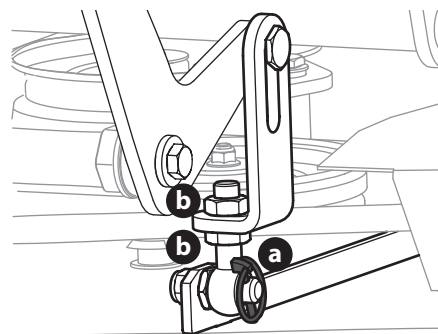

Fig. 45
3. Réglez le boulon à œil (a) à l'avant gauche du plateau de coupe de manière à ce que la hauteur lame-sol à l'extrémité extérieure droite de la lame corresponde à celle de l'extrémité extérieure gauche de la lame. Pour ce faire, il faut desserrer les contre-écrous (b) sur le boulon à œil (a) et serrer le contre-écrou supérieur (b) pour lever le plateau et desserrer le contre-écrou (b) pour l'abaisser. La hauteur de l'extrémité de la lame extérieure droite est fixée par le boulon à œil avant droit (a); vous devez donc ajuster l'extrémité extérieure gauche pour qu'elle corresponde à la hauteur de l'extrémité extérieure droite (Fig. 45).
4. Une fois le réglage effectué, resserrez les contre-écrous (b) (Fig. 45).
3. Desserrez les contre-écrous (b) à l'arrière, à gauche et à droite des boulons à œil du plateau de coupe (a) (Fig. 45).
4. Commencez par l'arrière droit pour relever l'arrière du plateau de coupe, serrez le contre-écrou supérieur (b) pour relever le plateau de coupe ou desserrez le contre-écrou supérieur (b) pour abaisser l'arrière du plateau de coupe (Fig. 45).
5. Ajustez le contre-écrou (b) à l'arrière gauche pour éliminer le « jeu » de la tige filetée (Fig. 45).
6. Serrez les deux contre-écrous inférieurs (b) pour fixer le réglage du plateau de coupe (Fig. 45).
7. Le réglage final consiste à éliminer le « jeu » de la tringlerie arrière gauche si l'arrière du plateau de coupe est relevé, en réglant les contre-écrous (b) sur le boulon à œil (a). Desserrez les contre-écrous (b) et serrez le contre-écrou supérieur (b) pour éliminer le « jeu » (Fig. 45).
8. Dans de nombreux cas, il sera nécessaire de régler la hauteur du plateau de coupe en utilisant à la fois les boulons à œil (a) et le réglage de l'inclinaison pour obtenir les hauteurs correctes entre la lame et le sol. Si vous vous souvenez que le réglage de la pointe de la lame avant droite est fixe et que vous nivelez à cette hauteur, le réglage du plateau de coupe sera simplifié (Fig. 45 à la page 106).